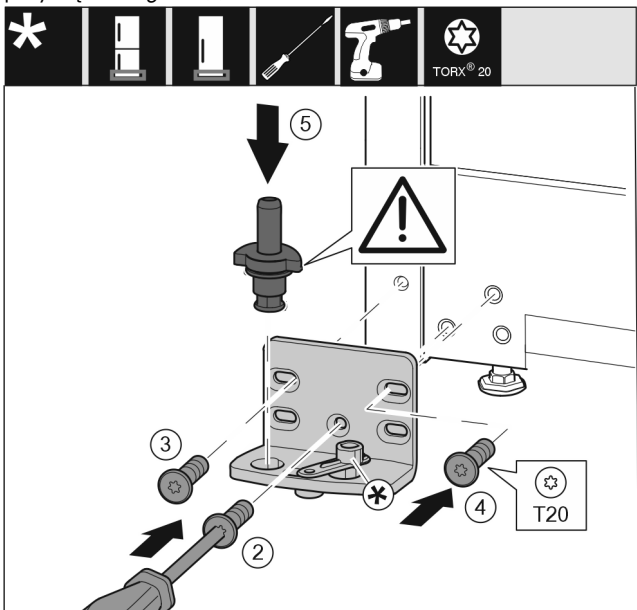

Fig. 19
- ▶ Płytkę zawiasu założyć z drugiej strony i przykręcić przy pomocy śrubokręta T20. Rozpocząć od śruby 2 dolnej umieszczonej na środku. Fig. 19 (2)
- ▶ Dokręcić śrubę 3 i 4. Fig. 19 (3,4)
- ▶ Założyć cały sworzeń płytki zawiasu. Przy tym zwrócić uwagę, by krzywka zatrzaskowa wskazywała do tyłu. Fig. 19 (5)